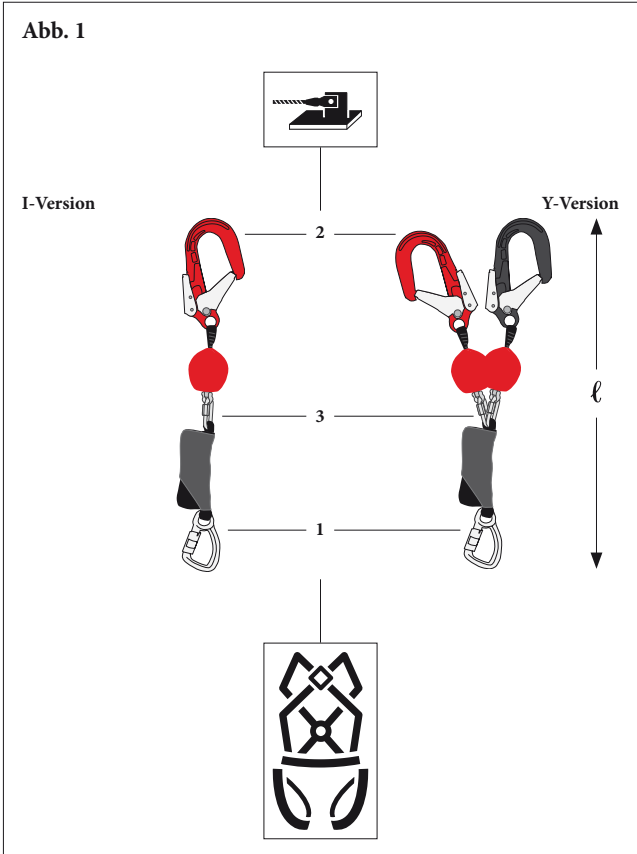

Abb. 2
4.6) Der Anschlagpunkt sollte sich möglichst senkrecht über der Arbeitsstelle befinden. Befindet sich der Anschlagpunkt unterhalb des Arbeitsplatzes, besteht im Falle eines Sturzes die Gefahr des Aufschlagens auf tiefer gelegene Bauteile. Befindet sich der Anschlagpunkt seitlich, so besteht die Gefahr des Aufschlagens auf seitliche Bauteile. Die Höhe des Anschlagpunktes und die benötigte Systemeffektivität (siehe Abbildung 2): Anhalteweg des HSG Compact (siehe Abbildung 2)
+ Körperlänge (vgl. x, Abb. 2)
+ Sicherheitsabstand (ca. 1m, vgl. Abb. 2)